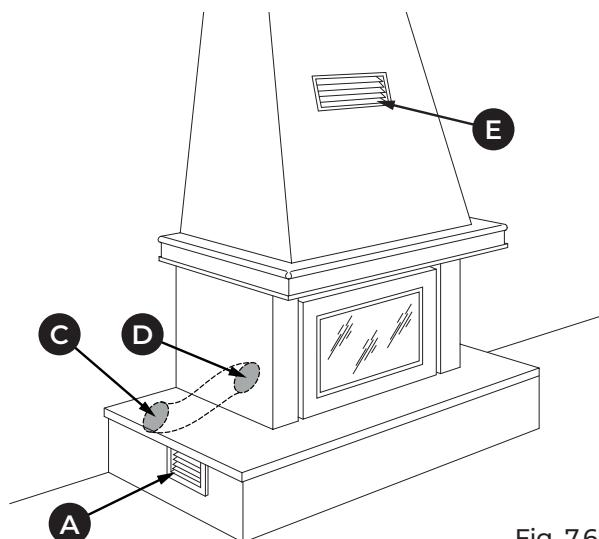

Fig. 7.6
- Fig. 7.6: prise d'air extérieure (C) canalisée jusqu'au foyer. Grille inférieure (A) fournie pour la circulation de l'air ambiant sur le revêtement.